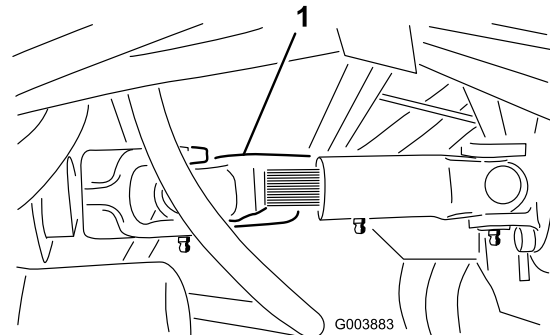

Bild 35
2. Lösen Sie die Schrauben, mit denen die Antriebswelle am Getriebe festgeklemmt ist (Bild 35).
6. Bauen Sie nach dem Abschleppen die Antriebswelle wieder ein, siehe Bild 35. Die Keile stellen sicher, dass ein Zusammenbau nur möglich ist, wenn die zwei Hälften der Welle richtig ausgerichtet sind.